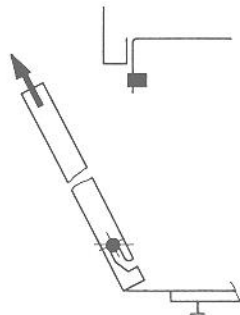
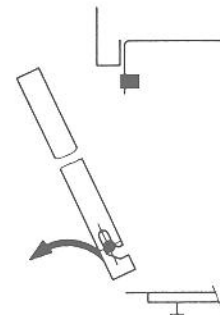

Abb. 5b
Abb. 5c
- Vorderwand aus Tellerbolzen hochziehen (Abb. 5b) und nach vorn herausnehmen (Abb. 5c)